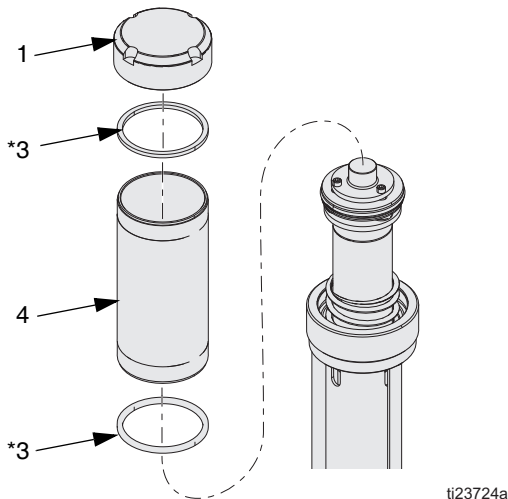

ABB. 10
1. Kappe (1), Zylinder (4) und Dichtungsringe (3*) entfernen. Alle Teile, einschließlich der unter der Kappe befindlichen Feder (nicht in Abb. ABB. 10 abgebildet) auf Beschädigungen überprüfen und wenn nötig, ersetzen. Siehe ABB. 10. Per Hand abschrauben oder eine Ketten-Rohrzange verwenden, um Verzug des Zylinders zu vermeiden.